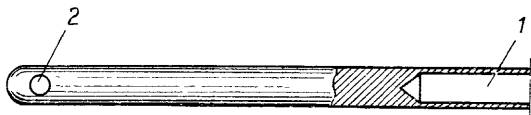

**Рис. 33.** Имитационная часть запала (в разрезе):
**Имитационная часть запала** (рис. 33) служит для имитации звукового и дымового эффекта разрыва боевой гранаты. Она состоит из тех же частей, что и собственно запал УЗРГМ (УЗРГМ-2), только вместо капсюля-детонатора на втулку замедлителя наглухо надета более удлиненная гильза с зарядом дымного пороха.